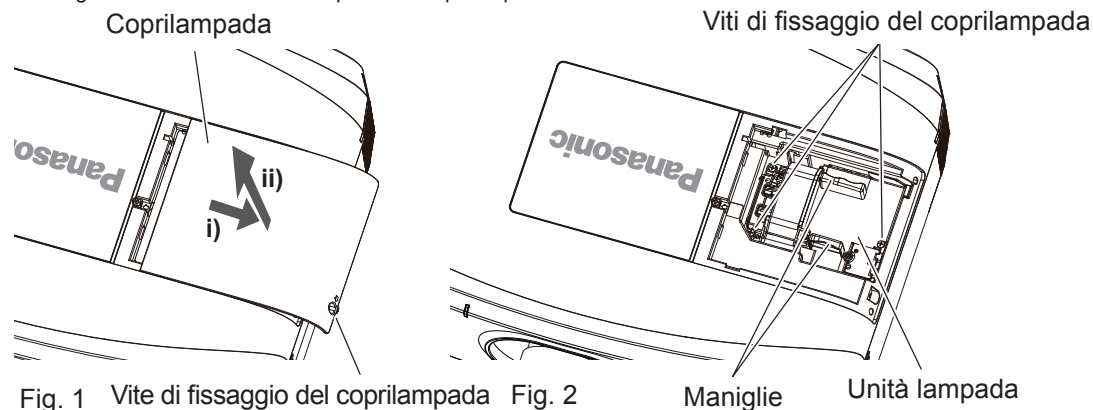

Fig. 1 Vite di fissaggio del coprilampada Fig. 2 Maniglie Unità lampada
- 2) **Rimuovere il coprilampada. (Fig. 1)**